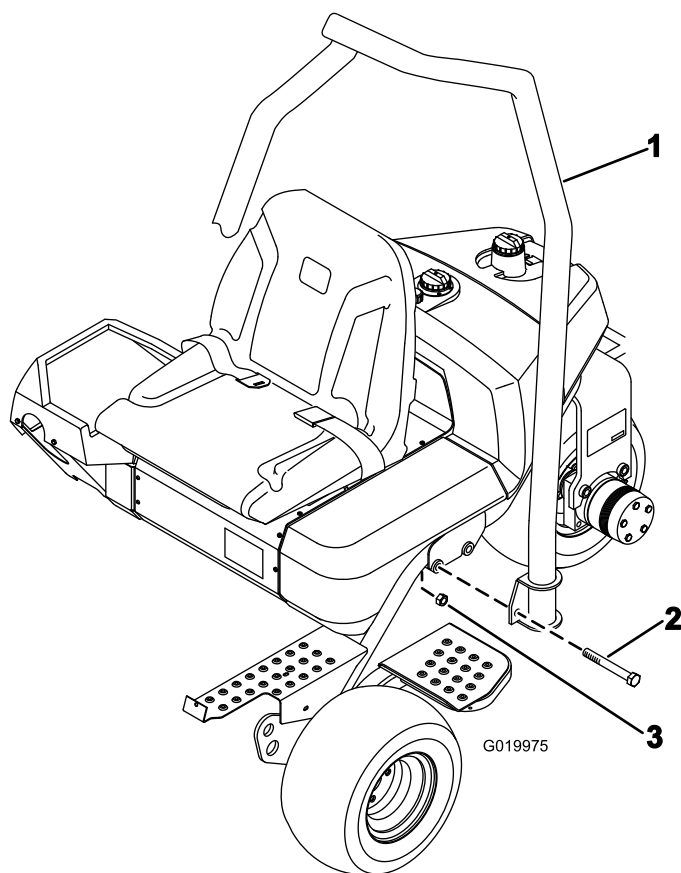

Рисунок 7
- Расположите защитную дугу так, чтобы верхняя часть изгиба трубы была направлена к передней стороне машины (Рисунок 7).
- Опустите защитную дугу на раму, совместив с монтажными отверстиями (Рисунок 7).
- Прикрепите каждую сторону защитной дуги к раме 2 болтами (5/8 x 4-1/2 дюйма) и контргайками, как показано на Рисунок 7.